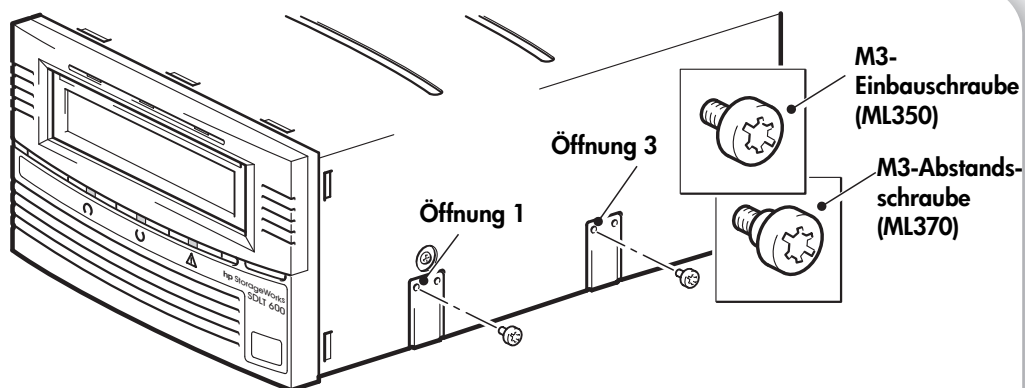

Abbildung 5c: Anbringen der Einbauschrauben in einem typischen HP ProLiant ML350 oder 370 Server
- 1 Befestigen Sie die entsprechenden Schrauben mit einem Torx-Schraubendreher. Gegebenenfalls müssen Sie die M3-Schrauben getrennt erwerben. Befestigen Sie die Schrauben in den Öffnungen (1 und 3) auf der rechten Seite des Bandlaufwerks (siehe Abbildung 5c).